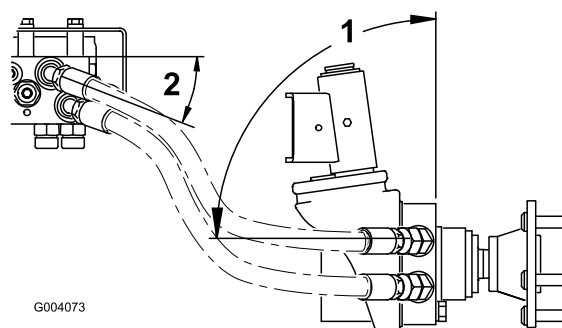

Figure 8
3. Répétez la procédure pour le moteur de la roue droite. Positionnez les flexibles comme montré à la Figure 8, puis serrez tous les raccords.